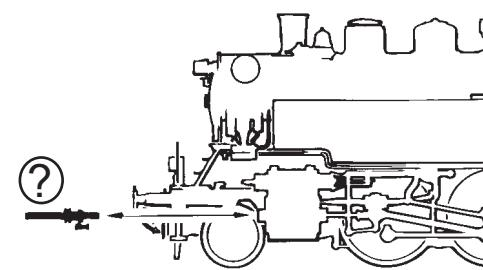

Fig. 3
**Aufrüstung:** Sie können für Ihren Fahrbetrieb unter verschiedenen Kupplungen wählen (Fig. 3). Wir empfehlen den Einsatz der ROCO-Kurzkupplung. Im beigelegten Zurüstbeutel finden Sie auch kleine vorbildgetreue Steckteile für eine erweiterte Aufrüstung Ihres Modells (Fig. 3), die Sie bitte **vorsichtig montieren. Achtung!** Kleben nur mit ausdrücklichem Hinweis.
**Fittings:** Operation is possible with different couplings (fig. 3). We recommend using the ROCO close coupling.
In the enclosed accessory bag you will find small kits to be fitted on your locomotive. Please **mount them cautiously. Attention!** Use glue only if indicated (fig. 3).
**Les attelages:** En vue d'une exploitation pratique sur votre réseau vous pouvez choisir parmi plusieurs types d'attelages conformes aux différents systèmes d'attelage pratiqués en H0 (voir fig. 3). Nous vous recommandons l'emploi de **l'attelage court ROCO**.
Le sachet joint comprend entre autres des petites pièces de finition conformes à la réalité et à **rapporter avec précaution** par le modéliste (fig. 3), si désiré.